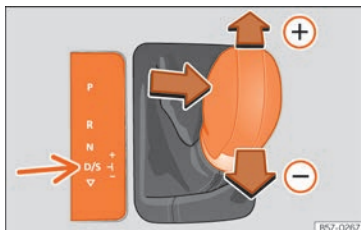

Fig. 222 Console centrale : Changer de vitesses en mode Tiptronic.
- Poussez le levier sélecteur vers l'avant pour passer une vitesse supérieure **>>> fig. 222.**